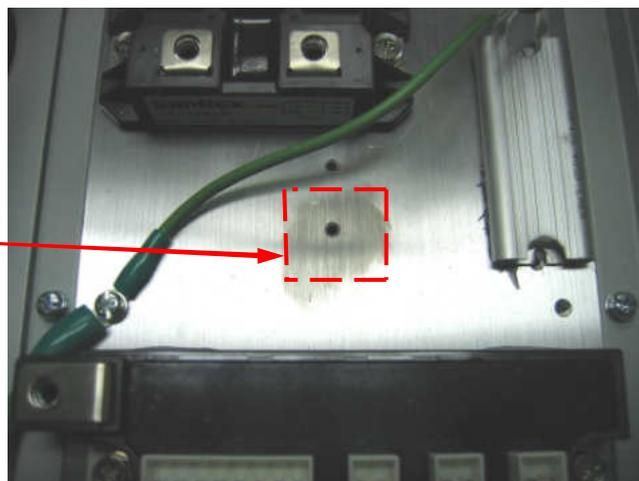

Рис.7.5
7.4.1. Протереть, бумажной салфеткой, смоченной СБС, место установки на радиаторе ПЧ **датчика температуры** (рис.7.5).